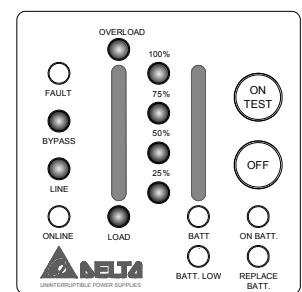

Рис. 3-9. Индикация при перегрузке и переходе ИБП в обходной режим
**Перегрузка.** Если нагрузка ИБП превышает номинальную, то по истечении определенного времени загорается индикатор перегрузки, и подается непрерывный звуковой сигнал. В этом случае пользователь должен отключить второстепенные нагрузки так, чтобы величина оставшейся нагрузки не превышала номинальную мощность для данного ИБП (см. рис. 3-9).